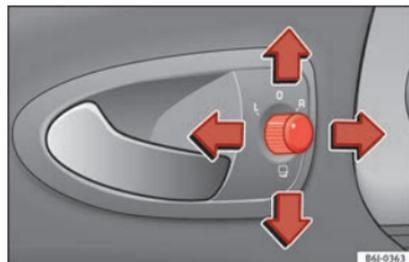

Fig. 139 Regolazione degli specchietti retrovisori esterni.
1. In primo luogo, ruotare la manopola » **fig. 139** portandola nella posizione **L** (specchietto esterno sinistro).
- Per far ripiegare su se stessi gli specchietti esterni si deve ruotare la manopola **»» fig. 139** portandola nella posizione . Si consiglia di richiudere sempre gli specchietti esterni quando si porta il veicolo all'autolavaggio, altrimenti potrebbero danneggiarsi.